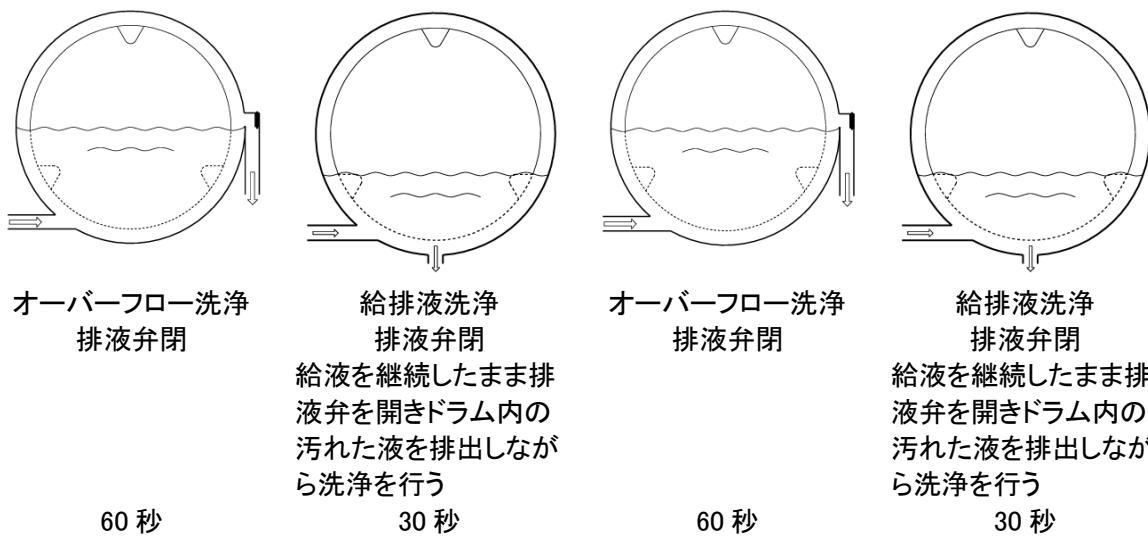

図 9-6
3) アップダウン洗浄(U.D.) (図 9-6)
動作：ベースタンクよりフィルタ及びカーボンを経由し、溶剤をドラムへ給液します。オーバーフロー洗浄を行った後、給液を維持したまま排水弁を開き、ドラム内の汚れた液を排出しながら洗浄を設定時間まで繰り返します。(図9-6)